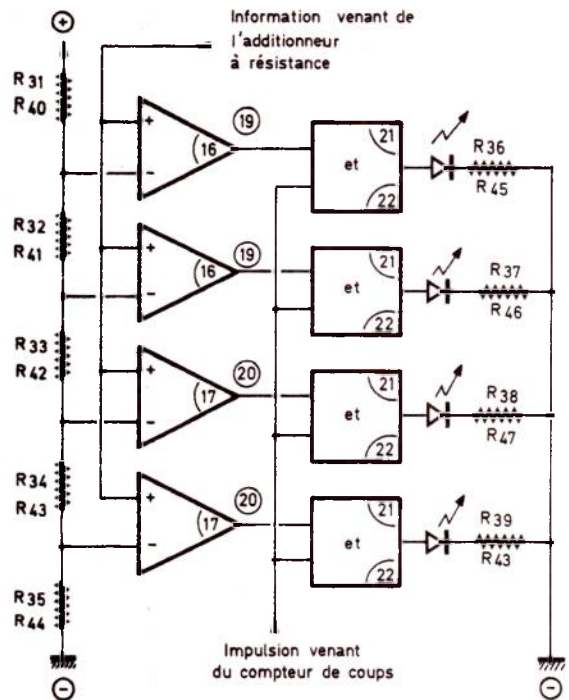

Figure 4
5) L'étage détecteur à seuil permet de donner la réponse au joueur ; lorsqu'il a introduit la combinaison dans la machine il peut interroger la machine par le bouton poussoir noir et dans chaque catégorie > ou < il s'allume autant de led rouge qu'il y a de chiffre > ou < dans les nombres comparés chiffre à chiffres la somme étant au maximum de 4 puisqu'un chiffre ne peut pas être à la fois supérieur et inférieur à son correspondant. Les détecteurs à seuils sont composés de 4 amplis opérationnels montés en détecteur de niveau. Sur l'entrée inverseuse on introduit une polarisation par un pont à résistance (figure 4) donnant les valeurs suivantes : 1,53 V pour le premier, 3,40 V pour le deuxième, 5,26 pour le troisième, 7,13 pour le quatrième, ces valeurs étant inférieures à celles données précédemment dans le paragraphe (4), on voit que pour une tension appliquée sur les entrées non inverseuses de 3,58 V par exemple soit 2 sorties des 4063 à « 1 » on aura deux amplis qui seront à « 1 » en sortie indiquant ainsi que dans le nombre proposé il y a 2 chiffres inférieurs ou supérieurs suivant le cadran que l'on examine. Le bouton poussoir commande des portes « ET » qui empêchent l'affichage permanent de la réponse figure 4.